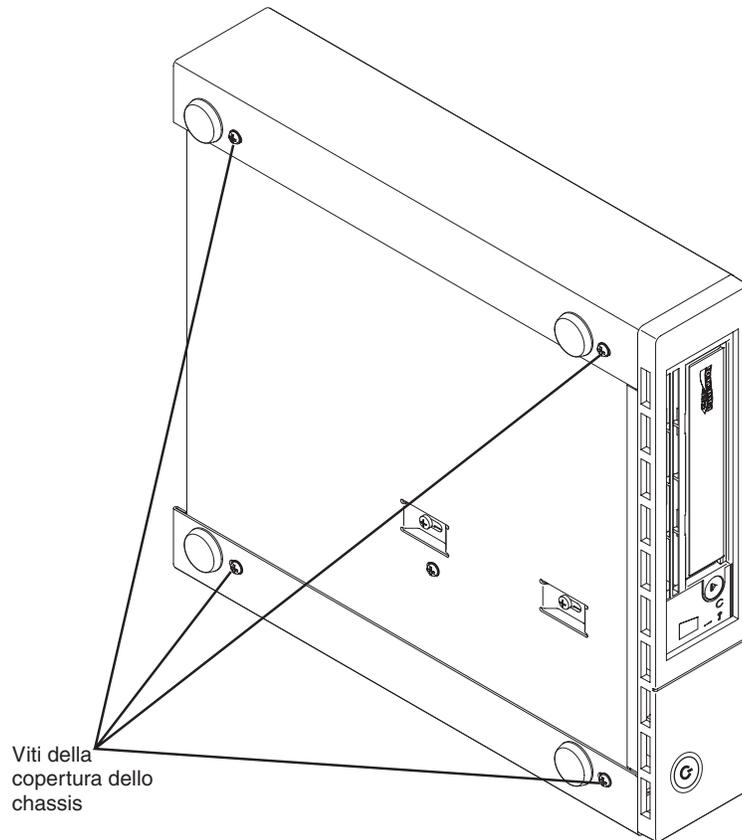

Figure 23. Rimozione delle viti che fissano il coperchio e l'unità interna
4. Rimuovere le quattro viti (vedere Figure 23 on page 80) a cominciare dal basso.